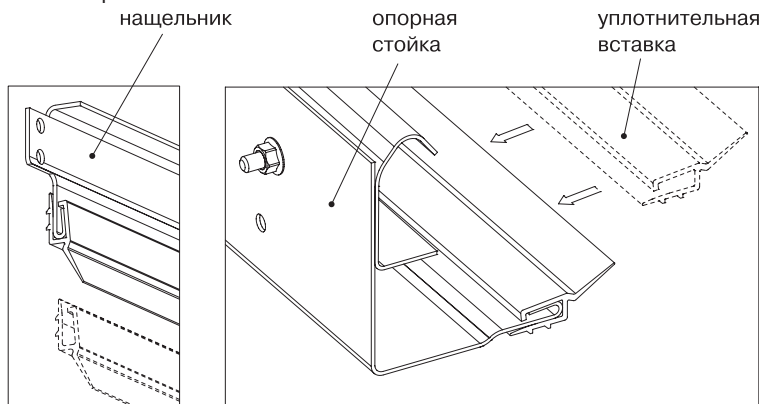

Рис. 7.1. Установка уплотнительной вставки
- Установить в нащельник и в опорные стойки уплотнительные вставки, как показано на рис.7.1.